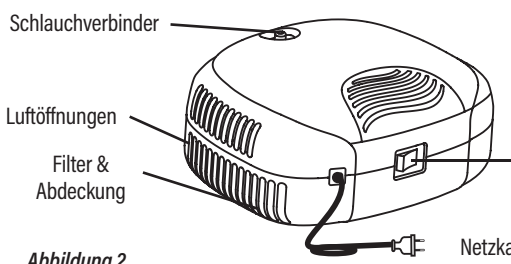

Abbildung 2
**BESTANDTEILE** Die Standardbestandteile des Geräts sind in der **Abbildung 2** dargestellt.